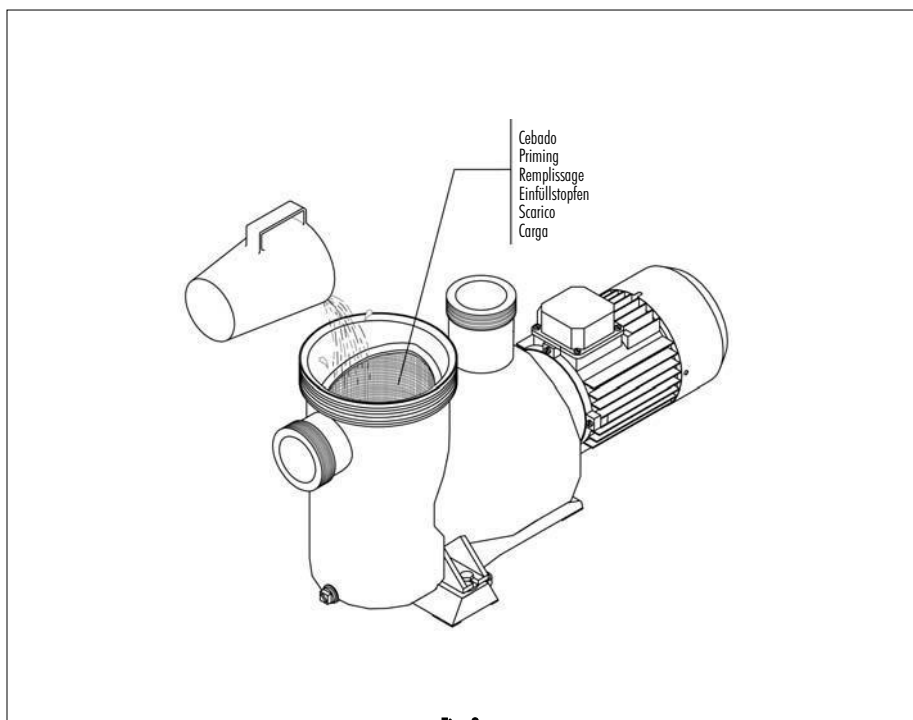

Fig. 3
- Para el correcto funcionamiento de la bomba proceder al cebado del prefiltro de la bomba hasta que el agua aflore por el conducto de aspiración (Fig.3).